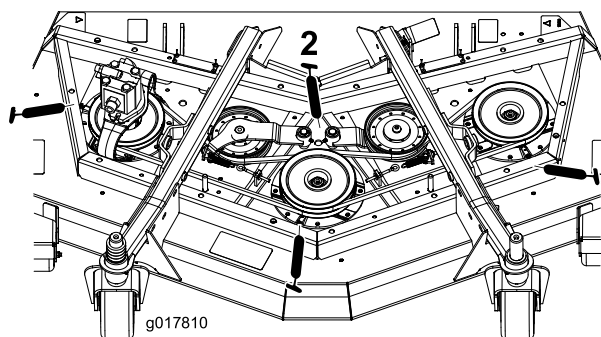

Figura 63
- Três rolamentos do eixo - localizados debaixo da polia (Figura 63)
- Casquilhos da articulação do braço intermédio (Figura 63)